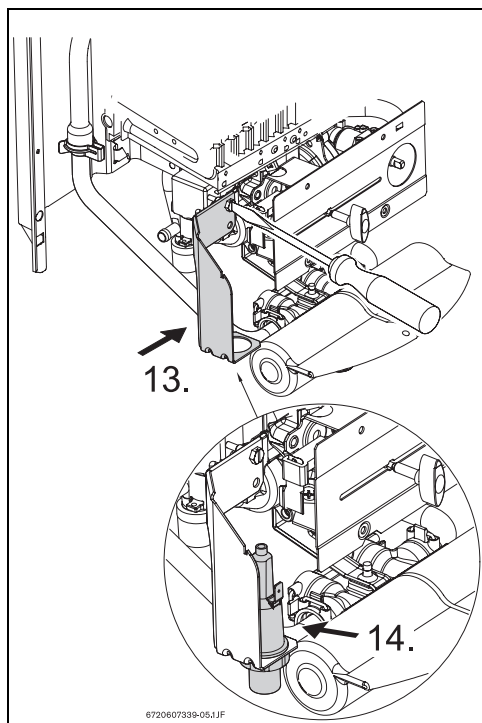

Fig. 5
- Remplacer le support présent par le support **8 701 302 181 0** (→Fig. 5, pos. 13).
- Fixer le piézo sur le nouveau support (→Fig. 5, pos. 14).